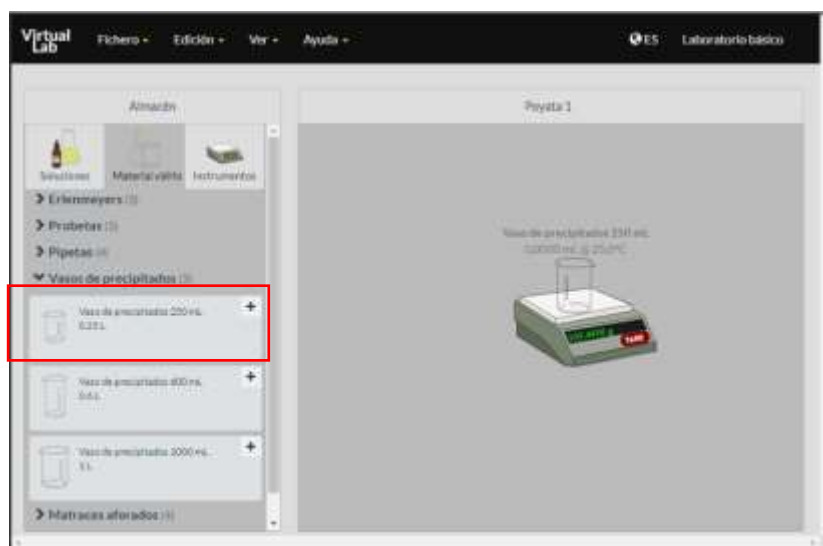

Figura 3. Simulador *Making stock solutions from solids*.
- Ingrese a **Material vidrio > Vasos de precipitados** (figura 3) y coloque el vaso de precipitados de 250 [ml] sobre la balanza.